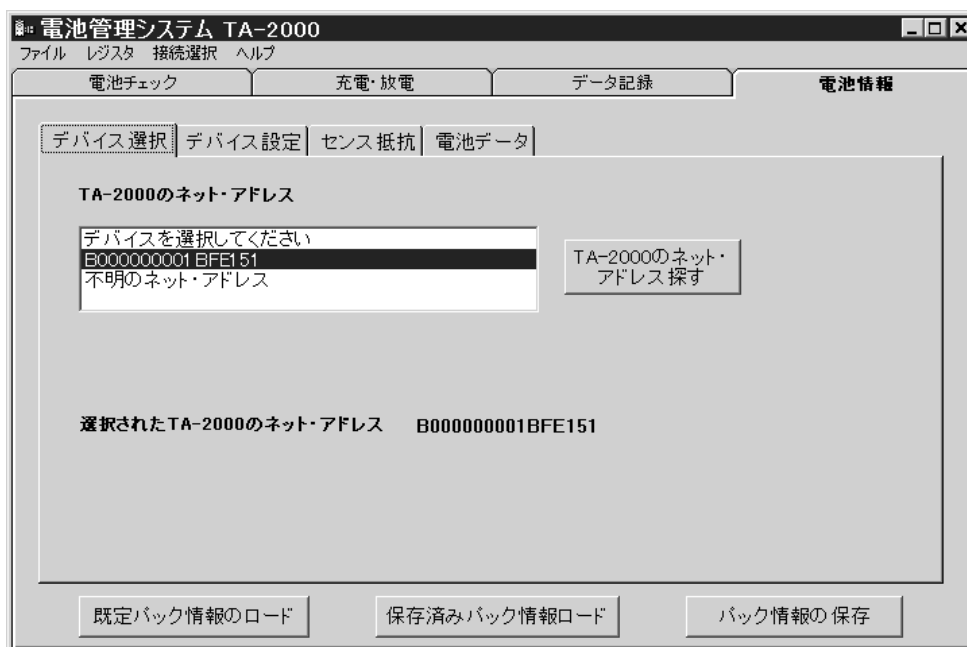

図 10 . 電池情報画面
1. 電池情報のタブをクリックすると、図 10 のような画面が表示されます。「デバイス選択」、「デバイス設定」、「センス抵抗」及び「電池データ」の 4 つの副設定画面を開くことが可能になります。